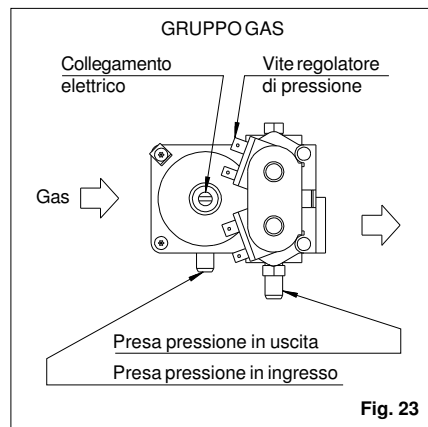

Fig. 23
- g) inserire il tubetto di un manometro a colonna d'acqua nella presa di pressione in uscita sul gruppo gas (fig. 23), dopo aver svitato di alcuni giri la vite di chiusura. Verificare che la pressione di alimentazione corrisponda a quella indicata nella tabella dei dati tecnici. Se la pressione del gas al bruciatore non dovesse corrispondere al valore indicato, agire sulla vite del regolatore di pressione (fig. 23) per ottenere il valore stabilito. Ruotando in senso antiorario la pressione diminuisce e viceversa aumenta ruotando in senso orario
Il gruppo gas comprende due elettrovalvole a funzionamento diretto con organi di chiusura in classe B (pressione massima 50 mbar) ed un regolatore di pressione. Il corpo in alluminio pressofuso è dotato di connessioni di ingresso ed uscita gas filettate 3/8 RP e di due prese di misura di pressione in ingresso e in uscita. Il gruppo gas è inoltre dotato di filtro in ingresso (fig. 23).
- inserire il tubetto di un manometro a colonna d'acqua nella presa di pressione a monte sul gruppo gas (fig. 23), dopo aver svitato di alcuni giri la vite di chiusura
Inserire il tubetto di un manometro a colonna d'acqua nella presa di pressione in uscita sul gruppo gas (fig. 23) dopo aver svitato di alcuni giri la vite di chiusura. Mettere in funzione il radiatore e verificare che la pressione al bruciatore corrisponda a quella indicata nella tabella dei dati tecnici.
Se la pressione del gas al bruciatore non dovesse corrispondere al valore indicato, agire sull'apposita vite del regolatore di pressione (fig. 23), dopo aver tolto il tappo di protezione, per ottenere il valore stabilito. Ruotando in senso antiorario la pressione diminuisce e viceversa aumenta ruotando in senso orario (questa operazione è consentita solo nel caso di utilizzo di gas metano G20).